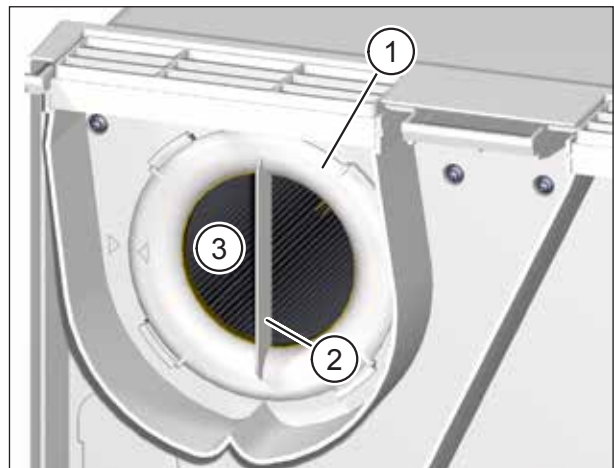

Abb. 16: Abluftfilter entfernen
- ▶ Drehen Sie den Filterring (Pos. 1 in Abb. 16) an der Griffleiste (Pos. 2 in Abb. 16) gegen den Uhrzeigersinn, bis sich der Filterring aus den Halterungen gelöst hat.
- ▶ Ziehen Sie den Filterring zusammen mit dem Abluftfilter (Pos. 3 in Abb. 16) aus dem Lüftungsgerät heraus.
- ▶ Kontrollieren Sie die Position des Filterrings. Die Griffleiste muss senkrecht stehen und der Pfeil auf dem Filterring muss mit dem Pfeil der Arretierposition fluchten (siehe Abb. 16 auf Seite 31).